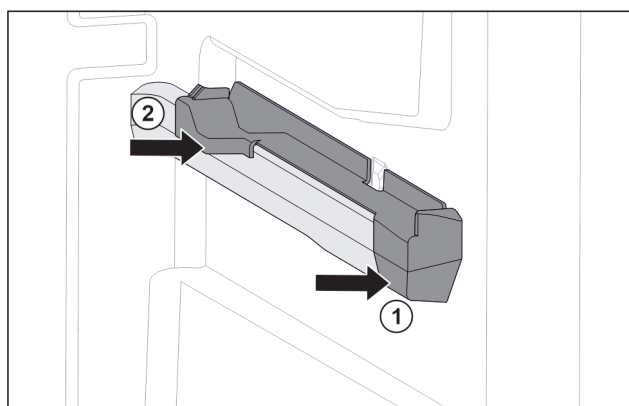

Fig. 60 Élément emboîtable sur la nervure de récipient droite
- ▶ Poser le devant de l'élément emboîtable contre la nervure de récipient. Fig. 60 (1)
- ▶ Enfoncer l'arrière de l'élément emboîtable. Fig. 60 (2)